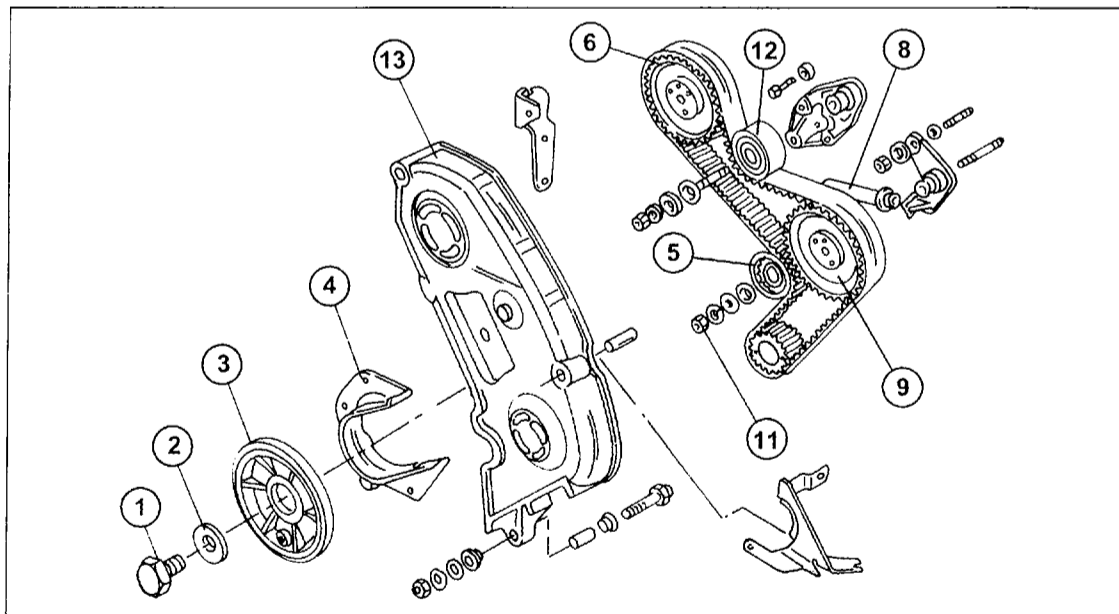

Bild 110
Beim Erneuern des Zahnriemens muss man den Angaben Schritt für Schritt folgen, um die Steuerung einwandfrei einzustellen. Die Kolben können gegen die Ventile anschlagen, wenn die Steuerung nicht richtig eingestellt ist. Ebenfalls zu beachten ist der Kauf des richtigen Riemens. Bild 110 zeigt die Einzelteile der
- Das Abdeckblech (4) in Bild 110 abschrauben.
Beim Einbau des Zahnriemens den unten gegebenen Anweisungen folgen. Angegebene Zahlen beziehen sich auf Bild 110. Unbedingt den zum Motor passenden Zahnriemen einbauen. Das Gleiche trifft auf die Steuerräder zu.
Einzelheiten zum Ausbau des Zahnriemens. Die Zahlen entsprechen der Legende von Bild 110.
Beim 2.5-Liter-Motor werden das Antriebsrad der Einspritzpumpe und das Steuerrad der Kurbelwelle durch Einsetzen von Arretierbolzen in ihrer Lage gesperrt. Bolzen des entsprechenden Durchmessers muss man sich beschaffen. Beim HDi-Motor mit Hochdruckpumpe ist es nicht notwendig das Pumpenrad zu sperren. Die Zahlen entsprechen der Legende von Bild 110.
Ansicht des Zahnriemens und der dazugehörigen Teile bei einem 2,5-Liter-Motor. Die Zahlen beziehen sich auf die Legende von Bild 110.
Ausrichten der Steuerzeichen an der Kurbelwellenriemenscheibe „C“ und am Flansch des Kurbelwellendichtringes „D“. Die Zahlen entsprechen der Legende von Bild 110.